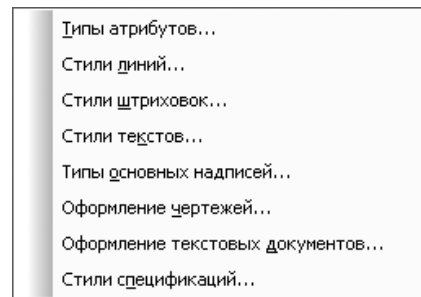

Рис. 4.191. Всплывающее меню пункта **Библиотека стилей** пункта **Сервис** главного меню
- **Библиотека стилей** вызывает всплывающее меню (рис. 4.191);